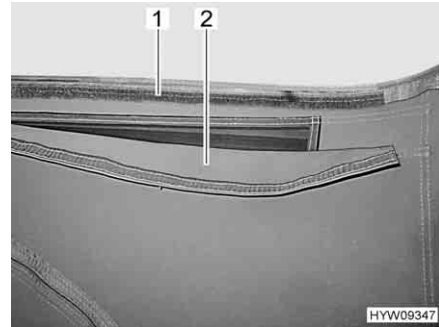

Fig. 31 Aerazione (aperta)
- Portare verso l'alto la membrana in tessuto (Fig. 31,2) e spingerla sulla parte in velcro (Fig. 31,1).